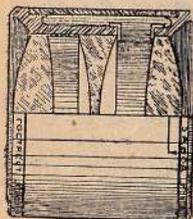

Рис. 5-а. Объектив типа «Триан» (в разрезе).
**ОБЪЕКТИВ** Задача объектива — проектировать на экране картину в увеличенном виде. Объектив состоит из 4 стекол (рис. 5), из
Такого рода объектив носит название «система Петцваля». В последнее время заводом выпущен новый объектив, иной конструкции, который значительно лучше (т.-е. ярче и четче) дает изображение на экране. В нем в отличие от только что описанной системы Петцваля имеется отдельных три стекла (линзы), заключенных также в одну общую оправу и укрепленных в ней винтовыми кольцами. Такой объектив называется: анастигмат типа «Триан» (рис. 5а).